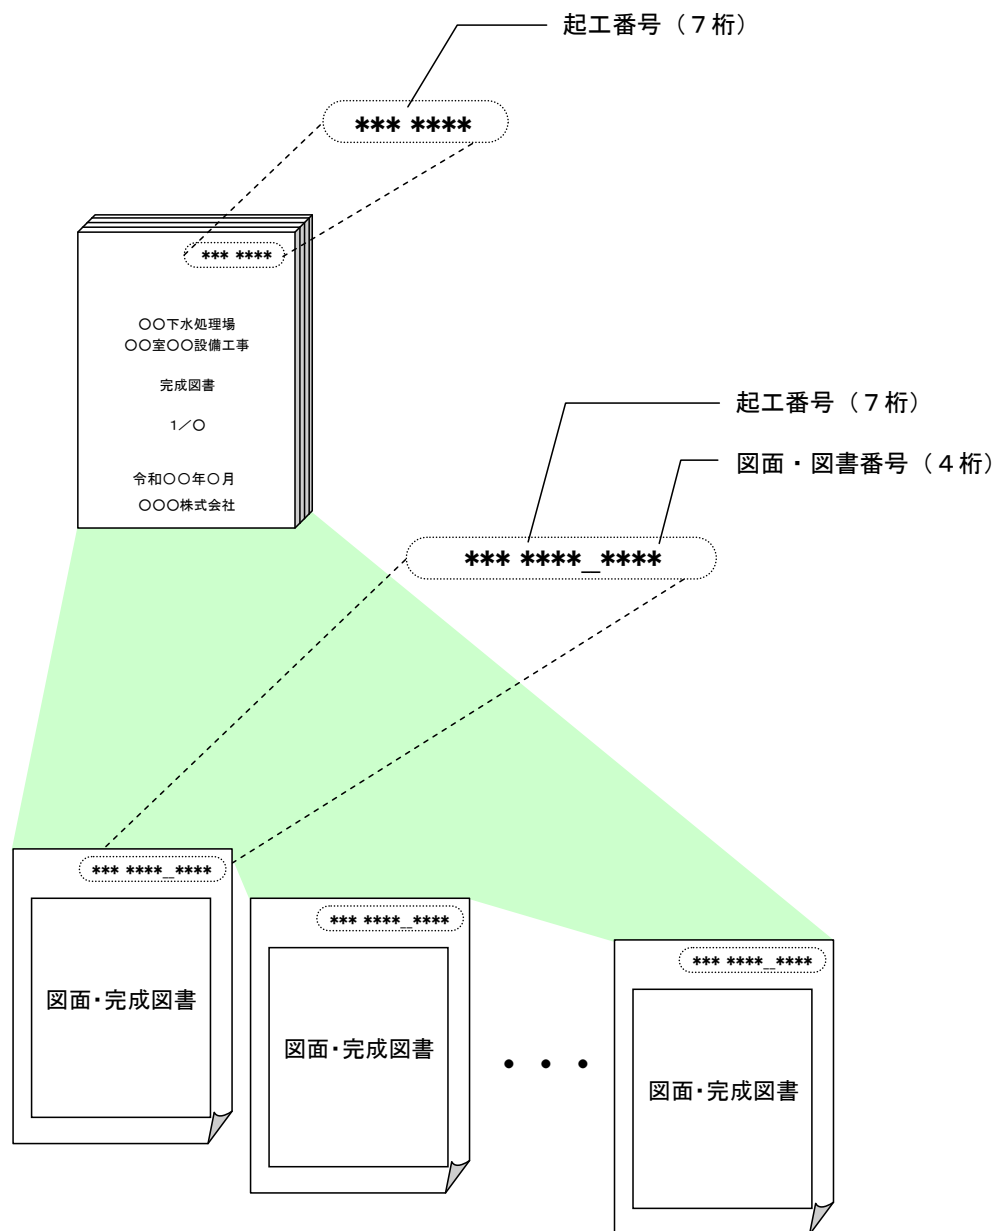

図 3-1 図面・図書管理番号
（図 3-1 参照）
- (1) 図面及び図書（内表紙及び目次を含む）には、一枚単位に図面及び図書の管理番号を付けること。（図 3-1 参照）
- (2) 図面及び図書の管理番号は、7桁の起工番号（完成年度）と4桁の図面・図書番号（0001～9999の通し番号）とする。